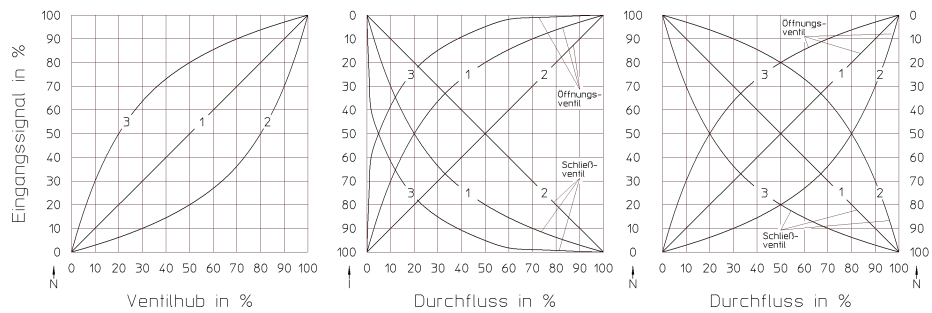

Bild 1	Bild 2	Bild 3
Die Kurvenscheibe (24) des Stellungsreglers besitzt drei Kennlinien, die für 60° Drehwinkel entsprechend 100% Hub bzw. 90° Drehwinkel für 90° Öffnungswinkel bei Dreharmaturen ausgelegt sind. Bei der Grundausführung wird normalerweise die lineare Kurve (Nr.1 in Bild 1) vorgesehen. Der Kurvenverlauf der Auf-Zu-Kurve (Nr.2) und der gleichprozentige (Nr.3) ist ebenfalls in diesem Diagramm eingezeichnet.